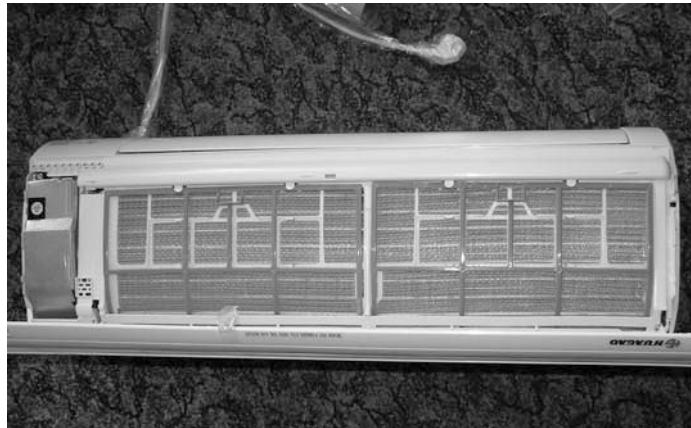

Рис. 1.4. Вид на испаритель-радиатор, расположенный во внутреннем блоке кондиционера
- испаритель-радиатор, расположенный во внутреннем блоке кондиционера. В испарителе фреон кипит и переходит из жидкой фазы в газообразную (испарение) – рис. 1.4;